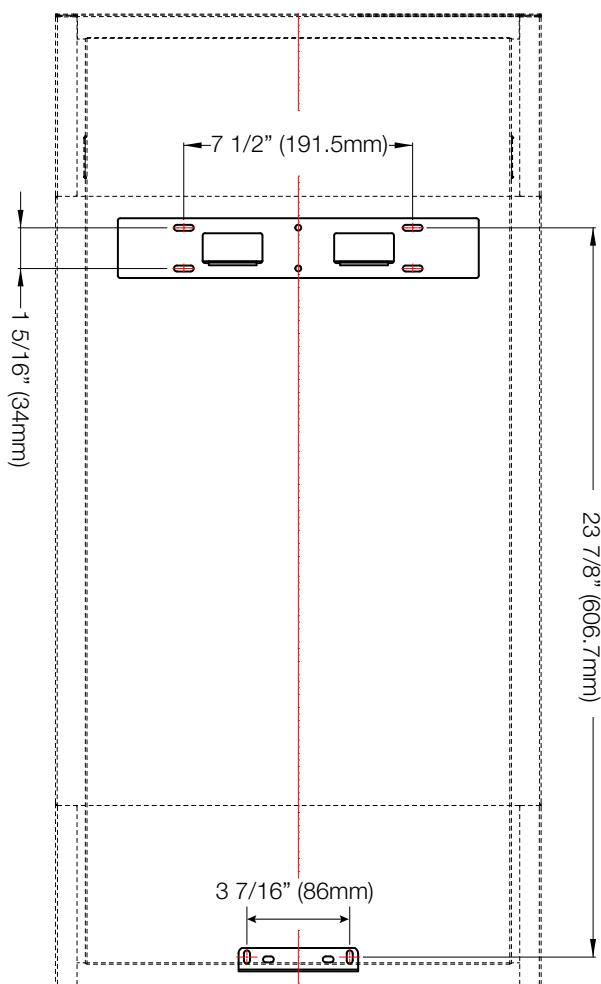

**Fig. 1**
3. Enlevez le support inférieur (**Fig. 1**). Mis à côté.